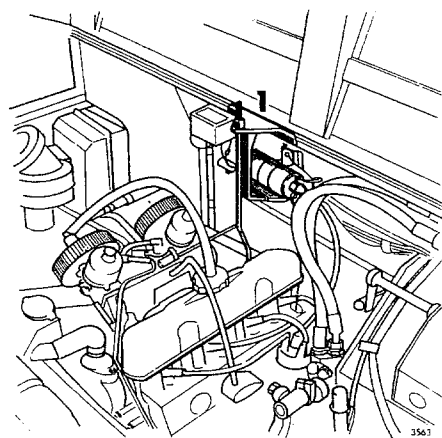

Fig 07-8. Lyftverktyget monterat
14. Anbringa lyftverktyget enligt fig 07-8 och lyft så mycket att växellådorna nätt och jämnt vilar på gummikuddarna.